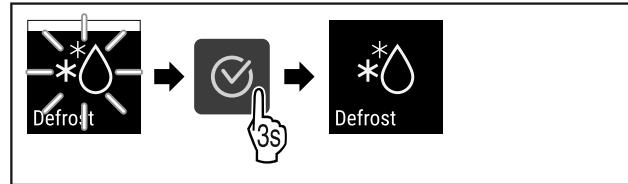

Fig. 86
- Провести етапи операцій (див. Fig. 86) .